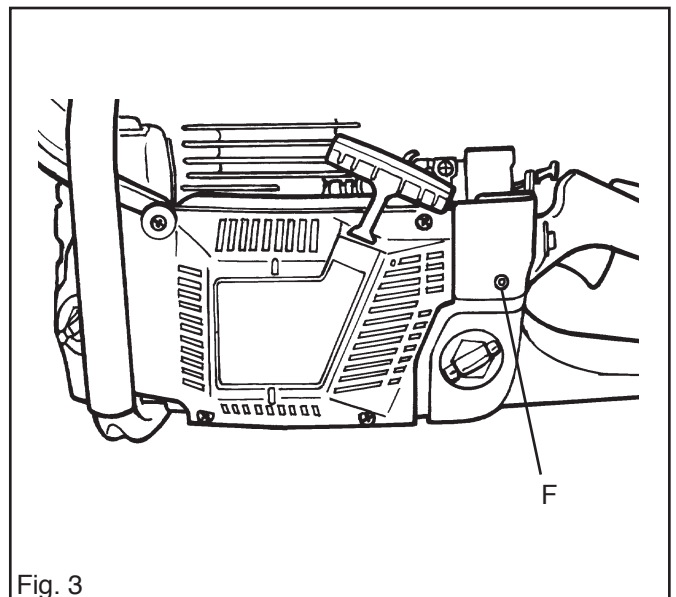

Fig. 3
7. Retirer la vis (F) du côté rotor volant de la tronçonneuse. Voir fig. 3.